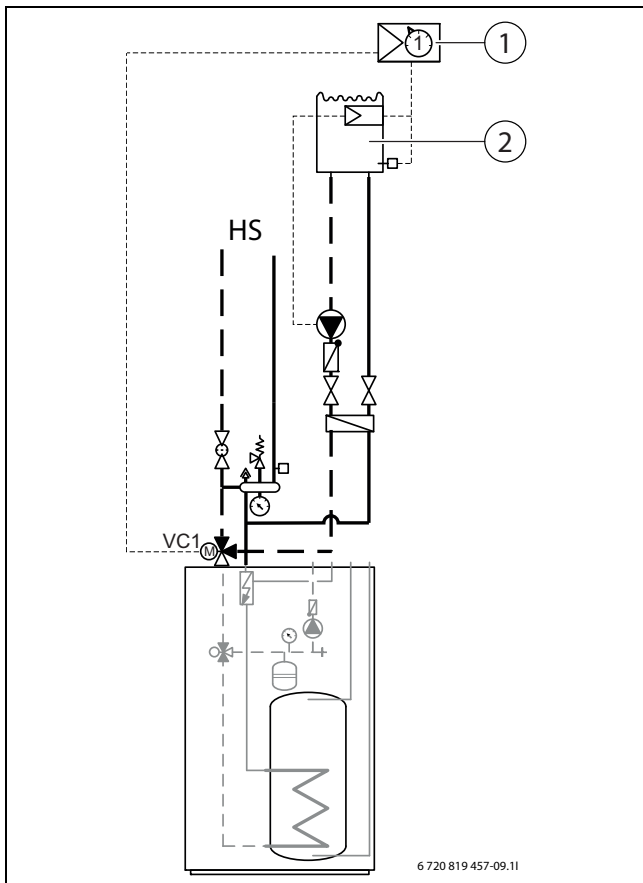

Bild 24 Beispieldarstellung für Pool-Installation
- ▶ Pool-Mischer im Rücklauf zur Inneneinheit montieren (→ [VC1] Abb. 24).